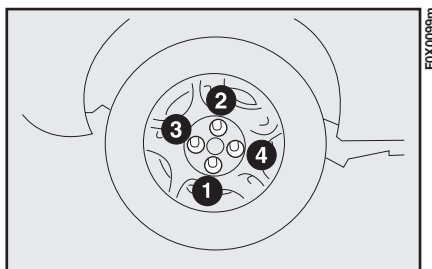

fig. 118
14) Stringere a fondo i bulloni, passando alternativamente da un bullone a quello diametralmente opposto, secondo l'ordine illustrato in fig. 118.